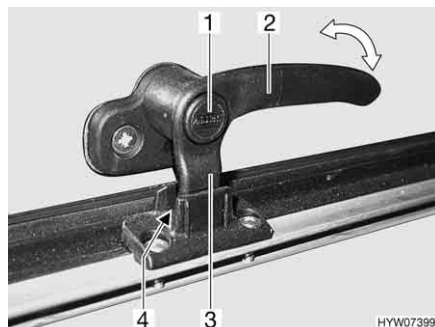
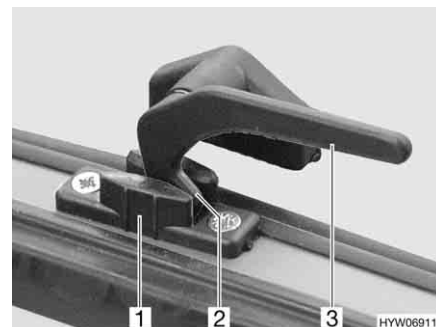

Bild 83 Låsarm med låsknapp i läget "kontinuerlig vädring"
Bild 84 Låsarm i läget "kontinuerlig vädring"
- I läget "kontinuerlig vädring" (Bild 83 och Bild 84)
- Tryck på låsknappen (Bild 83,1) om sådan finns och håll den nedtryckt.
- Sväng låsarmen (Bild 83,2 eller Bild 84,3) ett kvarts varv mot fönstrets mitt.
- Vrid tillbaka låsarmen. Därvid måste låsarmens låsspak (Bild 83,3 eller Bild 84,2) föras in i spåret på fönsterlåsen (Bild 83,4 eller Bild 84,1).
- Släpp låsknappen (Bild 83,1) om sådan finns.